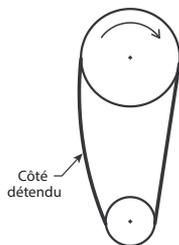

Figure 7
- b. Modèles 2RB65, 2RB66, 3ATT8, 3ATT9, 3ATU1, 3ATU2, 3ATU3, 4YY13, 4YY14, 4YY15, 4YY16, 4YY17, 5DVL4, 5DV06, 6KWJ9, 16D522, 16D523, 16D524, 16D525, 20FT09, 20FT14, 33X834, 33X835, 33X836: Les courroies doivent être juste assez tendues pour empêcher le patinage à pleine charge. Les courroies doivent présenter une légère courbure sur le côté détendu durant la marche à pleine charge. Voir la Figure 7.